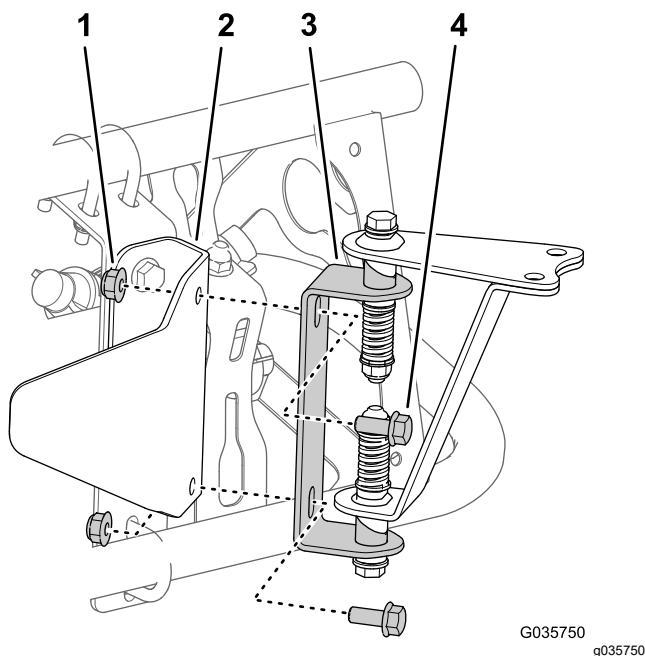
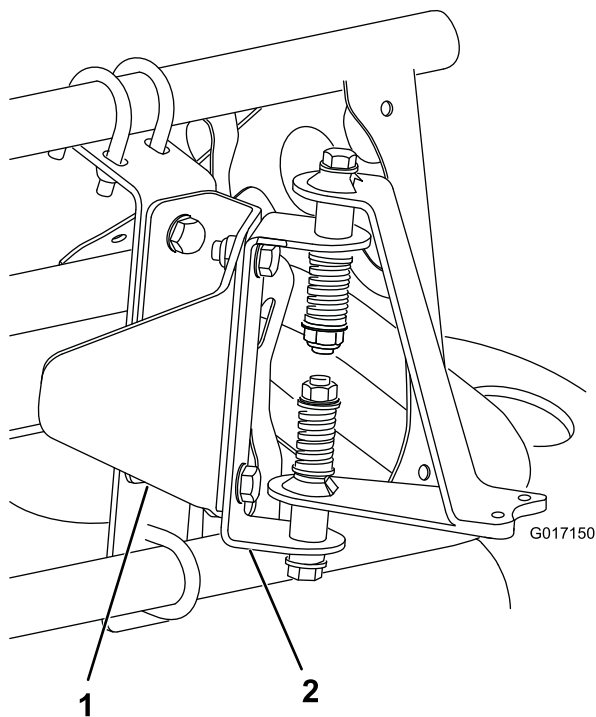

Figura 18
Figura 19
- Montai elementul de montare a senzorului pe suportul protecției senzorului cu 2 uruburi (5/16 x 3/4") i 2 contrapiulie (5/16") aa cum este indicat în Figura 18 (pentru un bra fără acoperire) sau Figura 19 (pentru un bra cu acoperire).